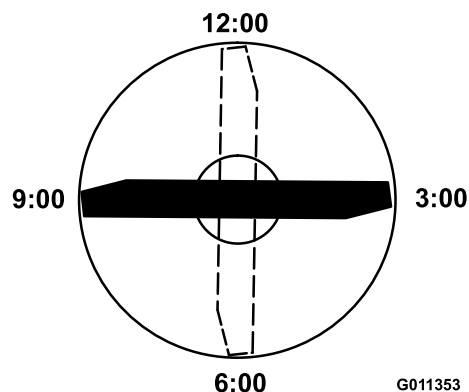

Figura 122
4. Posicione a extremidade de corte da extremidade marcada da lâmina nas 12 horas (a direita na direção do corte) (Figura 122) e meça a altura da mesa à extremidade de corte da lâmina.
5. Rode a extremidade marcada da lâmina para as posições das 3 horas e das 9 horas (Figura 122) e meça as alturas.